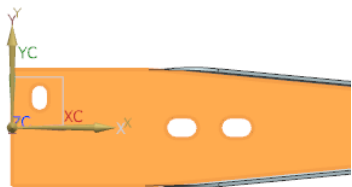
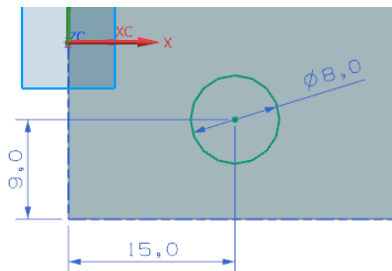

图 10-68 选择草图工作平面
图 10-69 绘制草图
(3) 在视图区选择如图 10-68 所示的平面为草图工作平面,单击<确定>按钮,进入草图绘制环境,绘制如图 10-69 所示的草图。